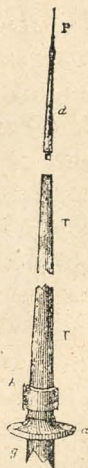

Fig. 188.—Varilla del pararrayo.
**9. Pararrayos.** — Los *pararrayos* (fig. 188) son unos aparatos fundados en la propiedad de las puntas y destinados á preservar los edificios de los efectos del rayo.